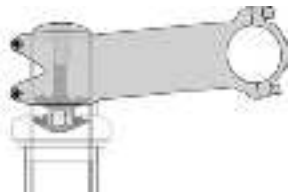

fig. 13
**🔧 DISTRIBUIDOR:** Si su bicicleta tiene una potencia «sin rosca» (fig. 13), su distribuidor puede ayudarle a cambiar la altura del manillar moviendo los espaciadores de ajuste de debajo de la potencia a encima de la potencia, o viceversa. De lo contrario, tendrá que conseguir una potencia de diferente longitud o altura. Consulte a su distribuidor. No intente hacerlo usted mismo, ya que requiere conocimientos especiales.